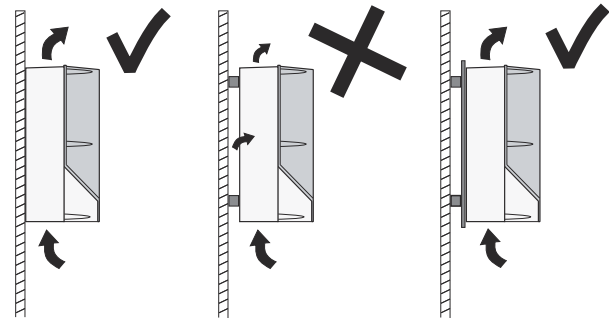

Fig. 3 CUE posé directement sur mur ou fixé avec une plaque arrière
- Fixer le CUE directement au mur ou bien avec une plaque arrière. Voir fig. 3.